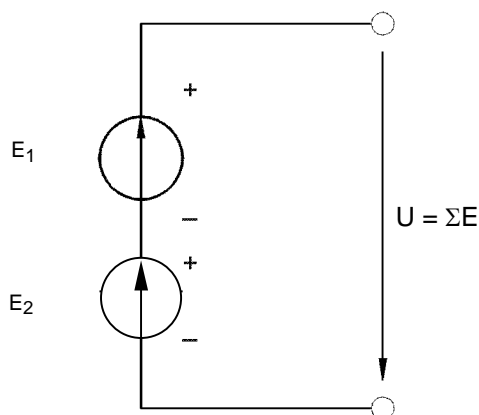

Рисунок 4.2. Цепь с последовательным соединением источников напряжения
- Соберите цепь с последовательным соединением источников напряжения согласно схеме (рис. 4.2), используя в качестве одного из источников нерегулируемый источник 15 В, в качестве другого – регулируемый, установив на нем напряжение 5...10 В.